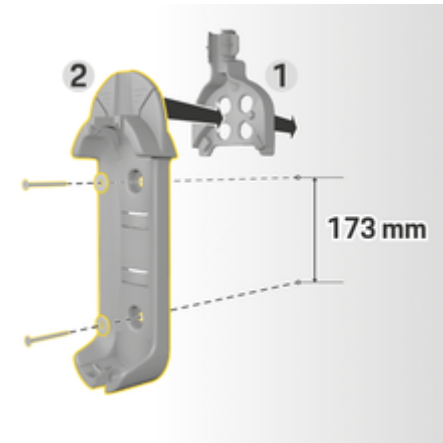

Fig. 33 Dimensões de perfuração
3. Pressione o suporte básico para parede 2 (Fig. 33) na passagem do cabo 1 (Fig. 33) pela parte da frente.